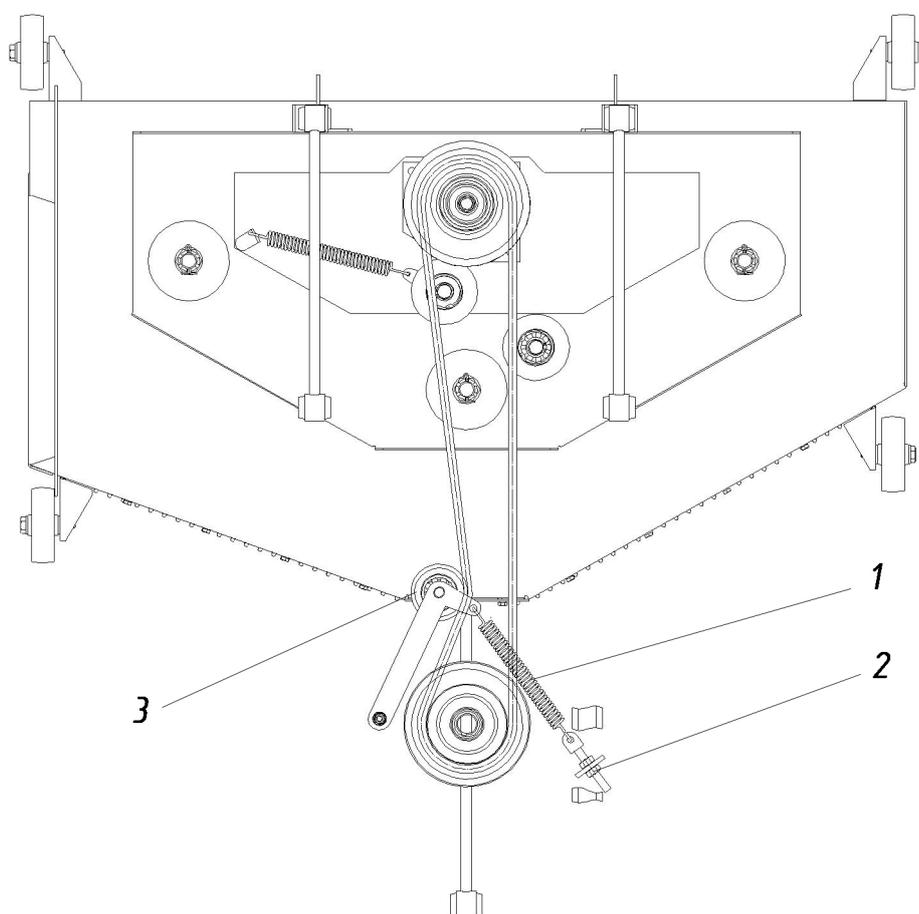

Рисунок 5.2 – Установка приводного ремня косилки
– Ослабьте пружину 1 натяжителя ремня (рисунок 5.2), отпустив винт 2.
- ослабьте гайку винта 2 (рисунок 5.2), расположенную с внутренней стороны;